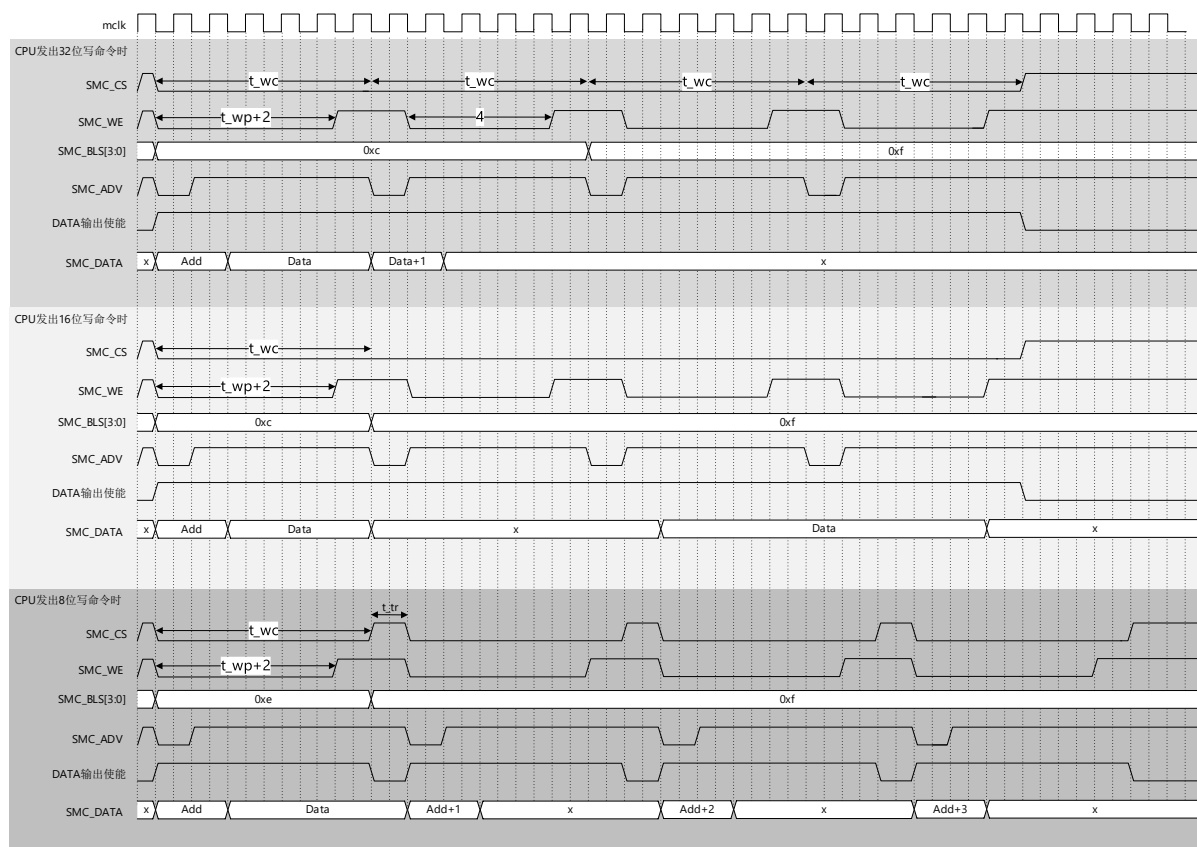

图 39-23 地址数据复用突发写动作基本时序（异步方式（WSYN=0）&16 位位宽（MW=01）&WBL=001&BLSS=0）
f) 表 39-12 和图 39-23 是突发写动作的基本时序图和设定例。